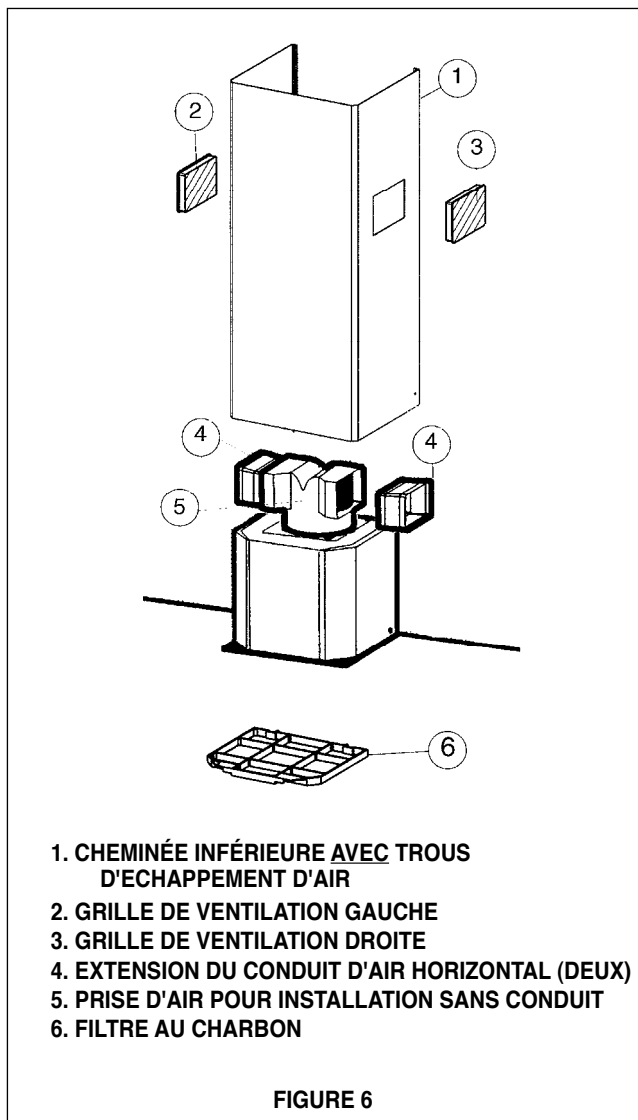

FIGURE 6
Les installations sans conduit requièrent le **Kit Pour Conversion Du Conduit (FIGURE 6)**. Ne pas utiliser le REGISTRE ROND (G de la FIGURE 1) pour les Installations sans conduit. Le couvercle de CHEMINÉE INFÉRIEUR SANS LES TROUS (B de la FIGURE 1) doit être mis de côté (1 de la FIGURE 6).
1. Insérer sous pression la PRISE D'AIR POUR INSTALLATION SANS CONDUIT (5) ainsi obtenue dans la sortie d'air (FIGURE 6). Appliquer les pièces de l'EXTENSION DU CONDUIT D'AIR HORIZONTAL (4) sur la PRISE D'AIR POUR INSTALLATION SANS CONDUIT.